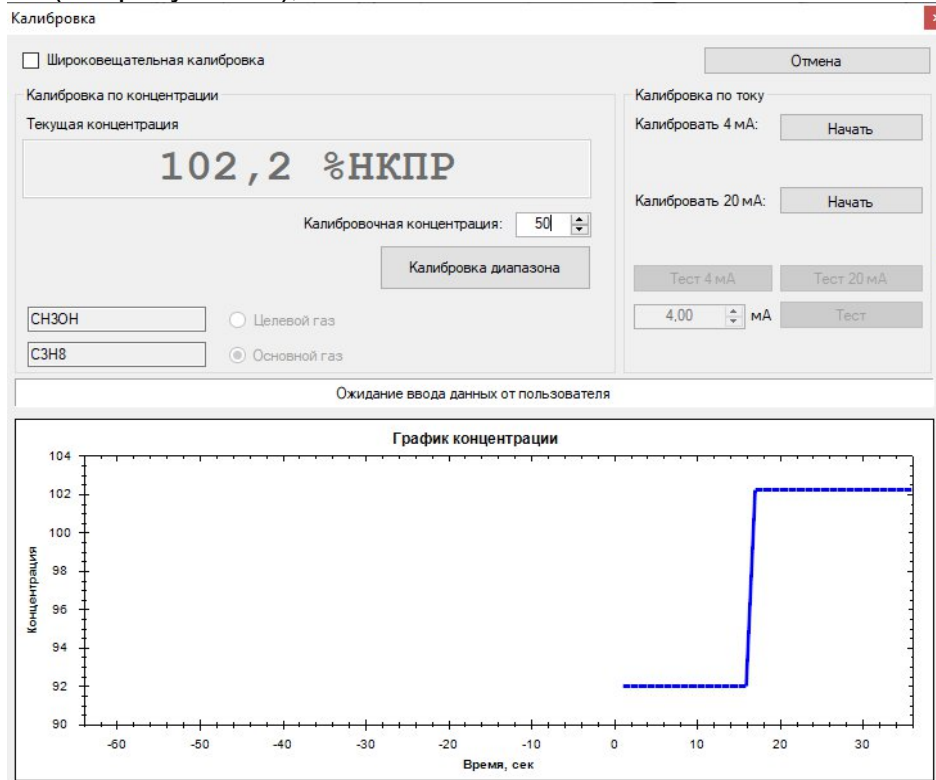

Рисунок 47
- 8) ввести значение подаваемой концентрации газа в поле «Калибровочная концентрация» (см. рисунок 47);